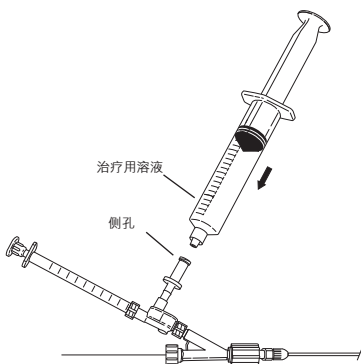

图7
9. 若要开始治疗用溶液的灌注操作，首先取掉20毫升肝素生理盐水注射器，在侧孔装置处留下半月面的溶液量。在将另一个装满溶液的注射器连接至侧孔之前，应保证所有气泡均已排出。重新接上一个装满治疗用溶液的注射器。(图7)